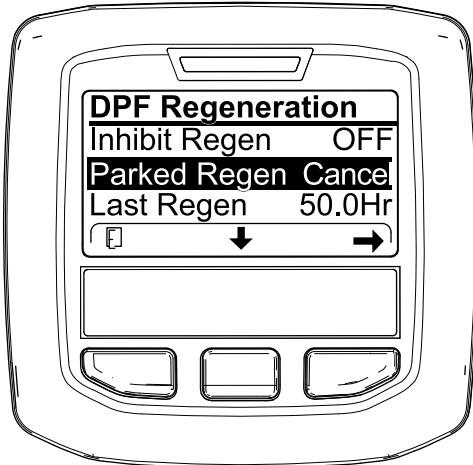
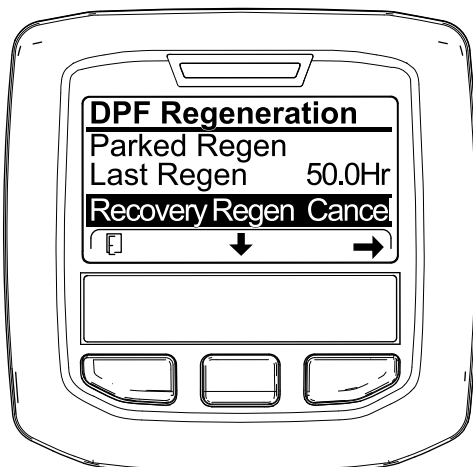

Figura 61
Figura 62
1. Accedete al menu DPF Regeneration (Rigenerazione FAP) (Figura 61).
2. Premete il pulsante centrale per scorrere il menu verso il basso fino all'opzione PARKED REGEN CANCEL (Figura 61) o all'opzione RECOVERY REGEN CANCEL (Figura 62).
3. Premete il pulsante destro per selezionare la voce Cancel relativa alla rigenerazione (Figura 61 o Figura 62).